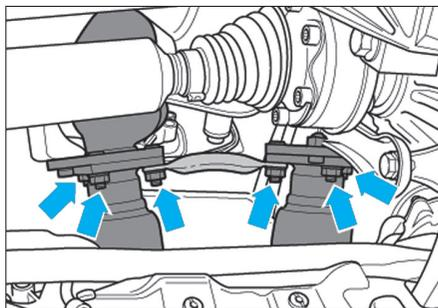

Fig. 66
- Dévisser les flexibles d'échappement des précatalyseurs (Fig.66).